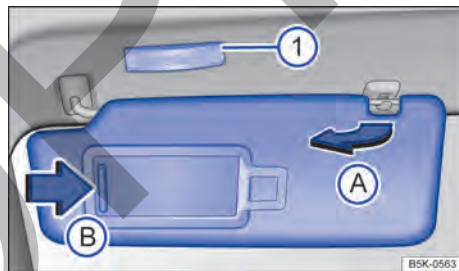

Fig. 80 Parasol.
- Retirar el parasol con cuidado del soporte sujetando la base de fijación y girar en la dirección de las puertas → fig. 80 **A**.
En el parasol plegado hacia abajo se encuentra un espejo de cortesía atrás de una cubierta. Al abrir la cubierta → fig. 80 **B** se enciende una luz **1**.